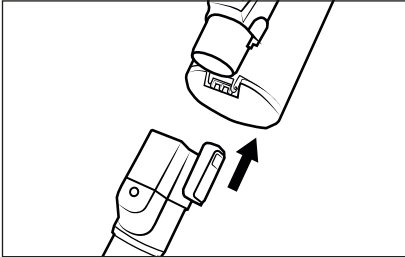

Abb. 1
- 1) Schieben Sie das Saugrohr **24** auf das Gerät, bis es hörbar mit einem Klickgeräusch einrastet (siehe Abb. 1).